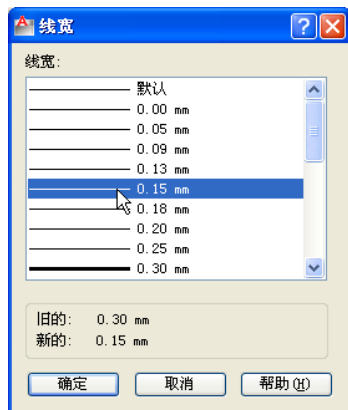

图 6-16 指定线宽
(11) 单击“中心线”层相应的“线宽”单元格，打开“线宽”对话框，从中选择“0.15mm”，如图 6-16 所示，单击“确定”按钮。